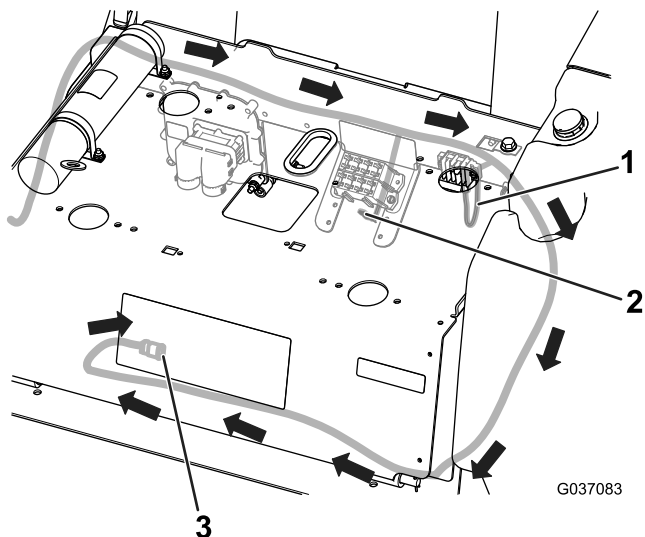

図 5
7. ハーネスのヒューズブロック用コネクタをヒューズブロックに接続し、アース用コネクタをアースブロックに接続する 図 5。